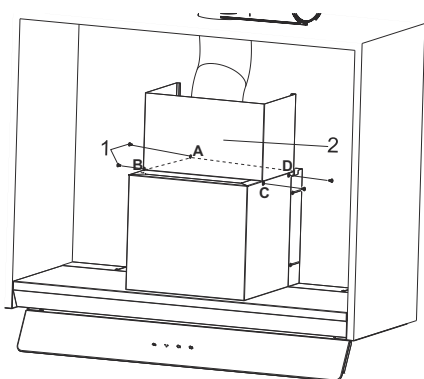

Fig. 16
5. ➔ Ubica las chimeneas de chapa metal que se proporcionan sobre el producto (Fig. 16).
Conecta los 4 tornillos de conexión en los puntos de A, B, C, D que se encuentran en la carcasa del producto (Fig. 16).